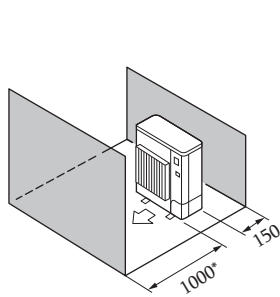

Fig. 2-11
- ⑤ Շրջապատող իրեր՝ միայն առջևից և հետևի մասում (Fig. 2-11)